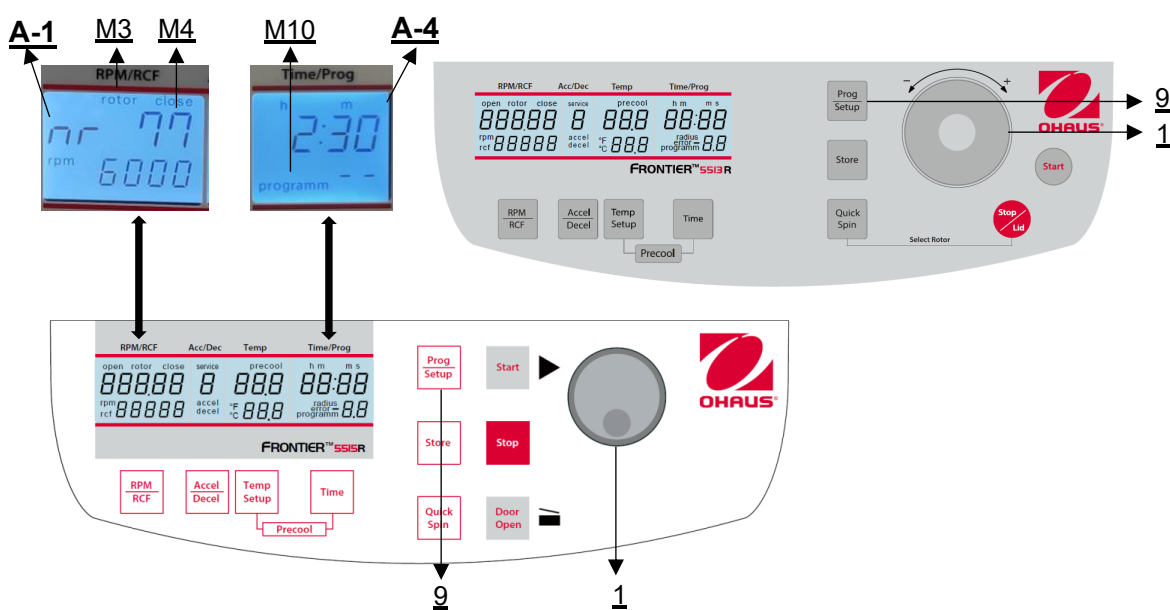

Abbildung 21
Um gespeicherte Programme abzurufen, drücken Sie die Taste **"Prog/Setup"** (9) (siehe Abbildung 21), während der Deckel bereits geschlossen ist. Im Display **"Time/Prog"** (A-4) erscheint **"program--"** (M10). Die gewünschte Programmnummer kann mit dem Touch Wheel (1) vorgewählt werden.
Um den Programmmodus zu verlassen, drücken Sie die Taste **"Prog/Setup"** (9) (siehe **Abbildung 21**). Dann erscheint im Display
Sie können die Zentrifuge entweder mit der **"Start"**-Taste (8) oder mit der **"Quick Spin"**-Taste (6) starten (siehe **Abbildung 21**). Mit der **"Start"**-Taste (8) können Sie gespeicherte Läufe oder Läufe mit manuell vorgewählten Parametern starten. Nach Ablauf der jeweils vorgewählten Laufzeit wird die Zentrifuge automatisch gestoppt. Mit der **"Quick Spin"**-Taste (6) können Sie Läufe starten, die nur wenige Sekunden dauern.